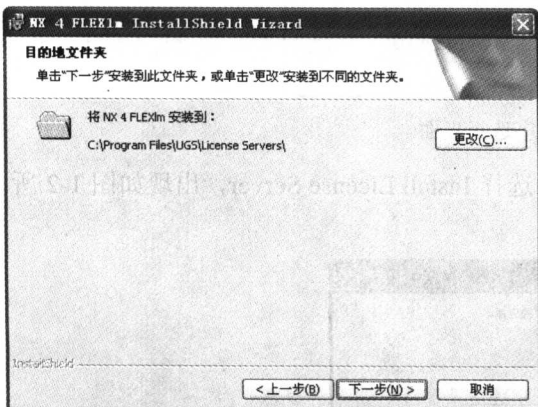

图 1-5 安装许可证文件路径界面
- (7) 单击 **下一步(N) >** 按钮出现安装许可证文件路径界面, 如图 1-5 所示。